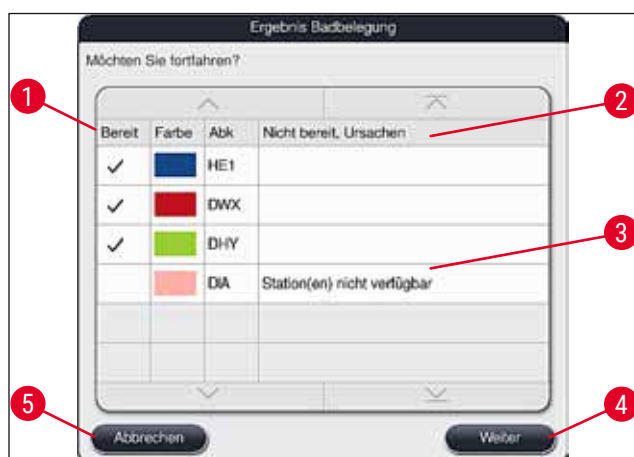

Abb. 51
- Wurden mehr Programme ausgewählt als in die Badbelegung integriert werden konnten, wird der Benutzer durch die Anzeige **Ergebnis Badbelegung** (→ "Abb. 51") informiert. Erfolgreich integrierte Programme werden durch einen Haken in der Spalte **Bereit** (→ "Abb. 51-1") markiert.